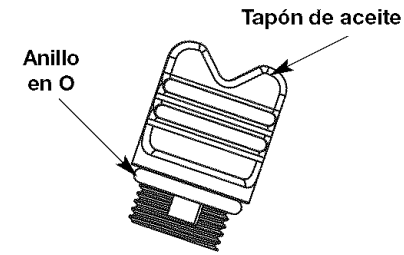

Fig. 18
**NOTA:** Verifique que el anillo en O esté en su lugar en el tapón de relleno de aceite cuando mida y cambie el aceite (Fig. 18).